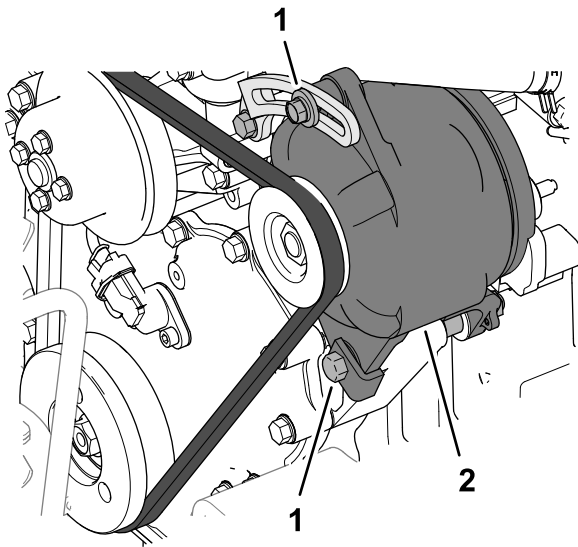

Figure 100
Vérifiez l'état et la tension des courroies (Figure 100) toutes les 100 heures de fonctionnement.
5. Si la flèche est supérieure ou inférieure à 10 mm ($\frac{3}{8}$ po), desserrez les boulons de montage de l'alternateur (Figure 100).